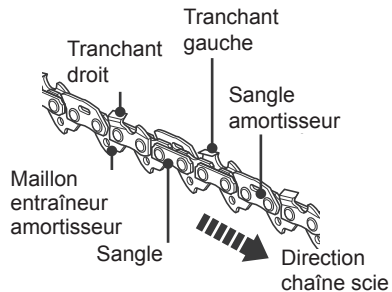

Fig. 48
- > La différence de hauteur entre la dent et le sommet correspond à la profondeur de coupe. Lors de l'affûtage de la chaîne de scie (3), tenir compte des aspects suivants (Fig. 48).